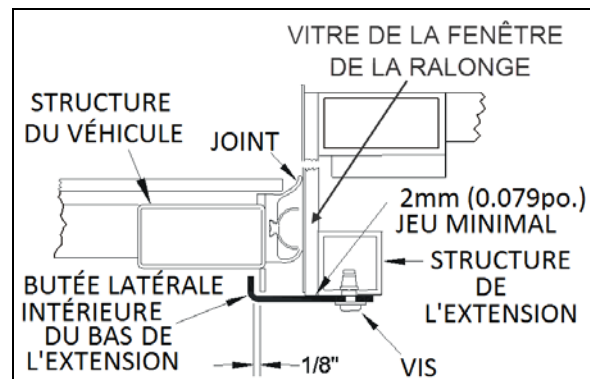

FIGURE 5: RÉGLAGE DE LA BUTÉE LATÉRALE INTÉRIEURE 26146
1. Régler les butées latérales intérieures à $1/8''$ des butées de la structure latérale du véhicule et serrer les vis. Il doit y avoir un jeu minimal de 2 mm (0,079") entre la butée latérale intérieure et le panneau de vitre latéral (Figure 5). Utiliser une cale si nécessaire.